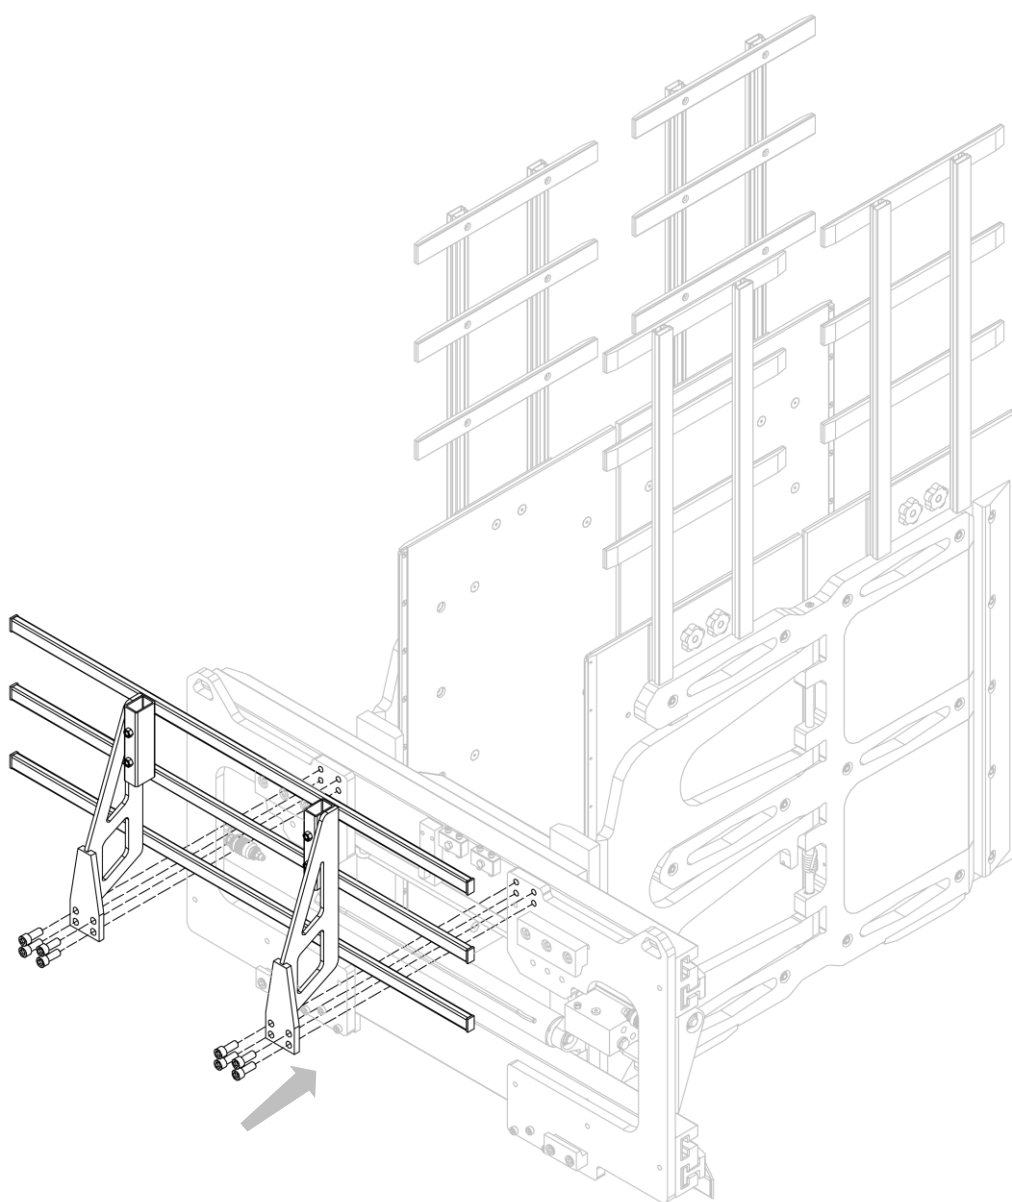

Figure 43
3. Installer le cadre de chargement sur l'équipement (voir *Figure 43*).